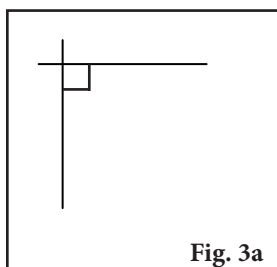
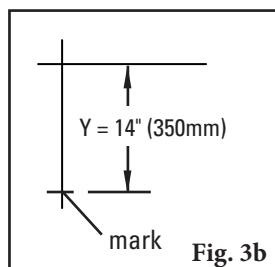
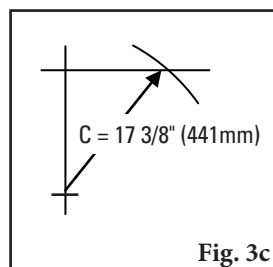
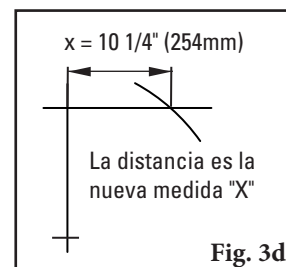

Fig. 3a
Fig. 3b
Fig. 3c
Fig. 3d
- Determine la medida final.** En una superficie vertical plana, con un nivel, trace una línea horizontal y una vertical creando un triángulo rectángulo (Fig 3a). Mida desde la intersección en la medida "Y" establecida y marque (Fig 3b). Con la cinta mida comenzando en la marca "Y" modificada, mueva la cinta a lo largo de la línea de "X" y marque la medida "C" donde cruza la línea "X" (Fig 3c). Mida desde la intersección hacia la intersección "C" y esta será su nueva medida "X" (Fig 3d).